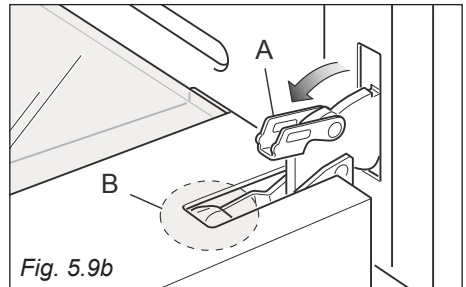
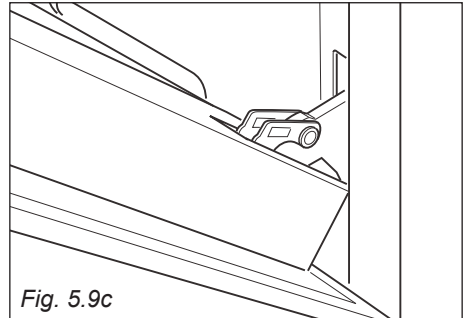

Fig. 5.9b
Fig. 5.9c
- Aprire completamente la leva "A" delle cerniere destra e sinistra (fig. 5.9b).
- Socchiudere dolcemente la porta (fig. 5.9c) fino a quando le leve "A" delle cerniere destra e sinistra si agganciano alla parte "B" della porta (fig. 5.9b).
- Aprire completamente la leva “A” delle cerniere destra e sinistra (fig. 5.9b).
- Socchiudere dolcemente la porta (fig. 5.9c) fino a quando le leve “A” delle cerniere destra e sinistra si agganciano alla parte “B” della porta (fig. 5.9b).
- Assicurarsi che la porta sia bloccata aperta (fig. 5.9b).
- Verificare che i 4 distanziatori “D” siano nella loro posizione (fig. 5.9b).